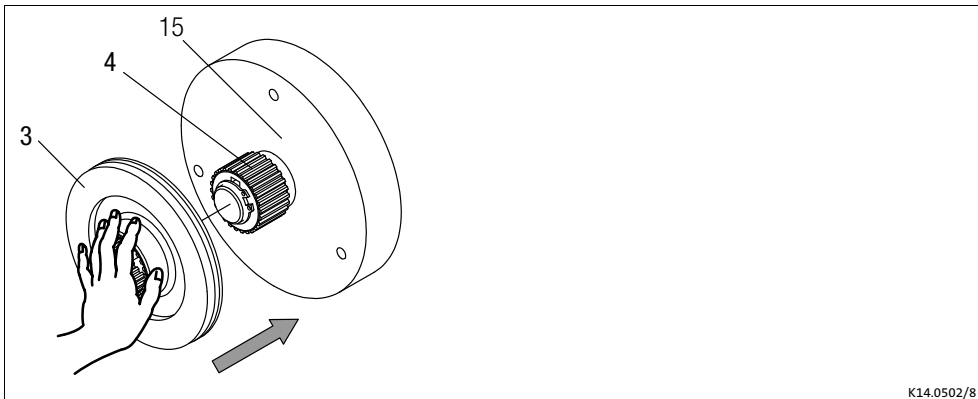

Abb. 4 Montage des Rotors
1. Rotor (3) auf die Nabe (4) schieben und prüfen, ob er von Hand verschiebbar ist (Abb. 4).